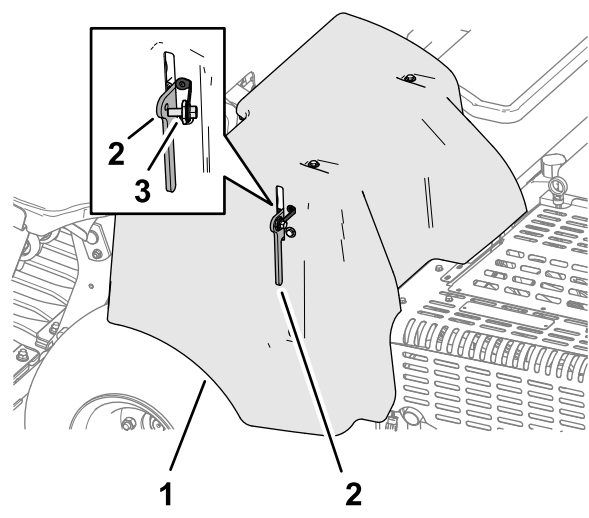

图 141
- 1. 如果您的机器安装有符合欧盟 (CE) 标准的皮带罩 门锁系索应旋松系索螺栓直至其与皮带罩门锁分离 图 141。